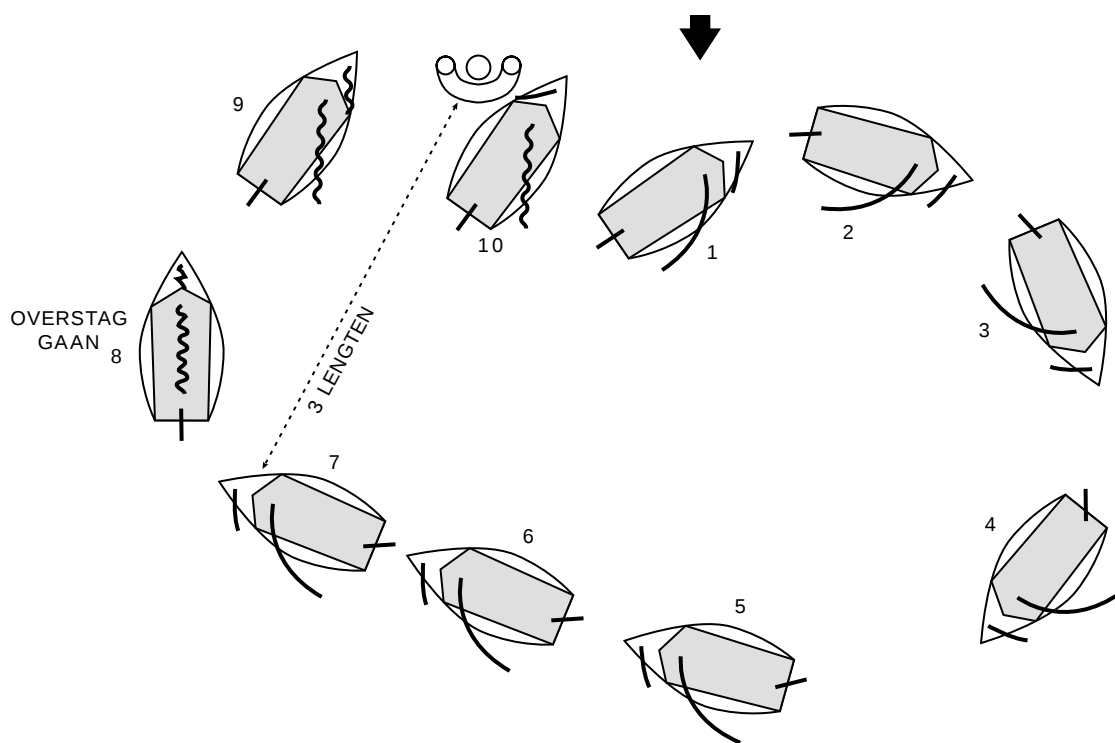

Fig. 45: man over boord na gijpen
1.2.14.1 Drenkeling oppikken na gijpen (fig. 45)